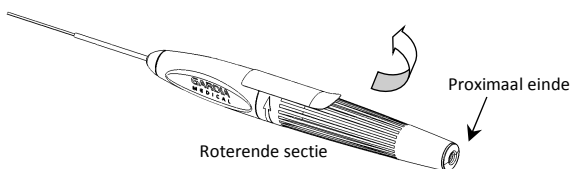

Fig. 4: Verwijderen veiligheidssticker
1. Hou de activatiehendel vast en verwijder de veiligheidssticker (fig. 4).